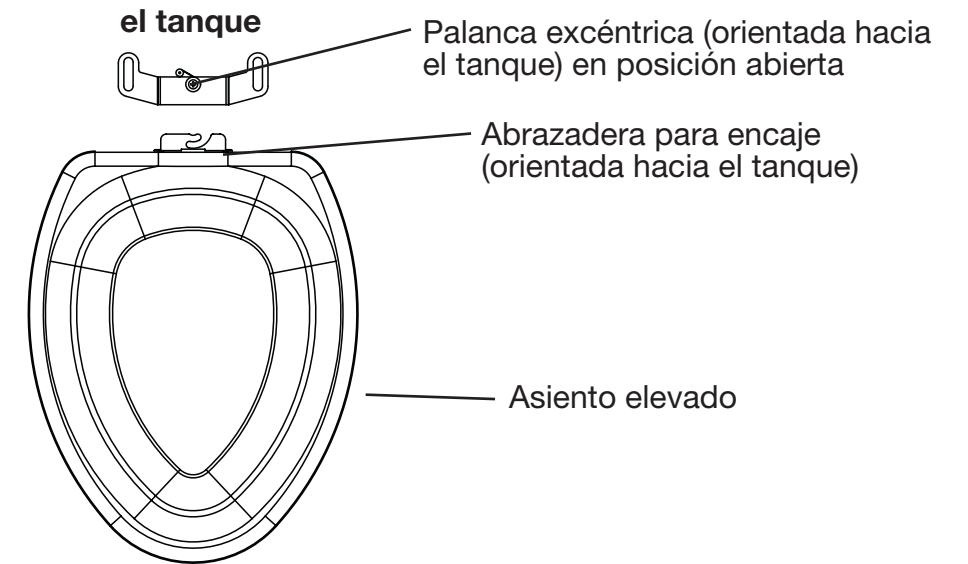

Figura 1
2. Coloque el asiento elevado con soporte receptor del pestillo sobre la taza de porcelana de modo que el soporte receptor esté viendo hacia el tanque del inodoro (**vea la Figura 1**).
6. Coloque el soporte con pasador de pestillo asegurable de modo que el pestillo de leva esté viendo hacia el tanque. Mueva el pestillo de leva a la posición desasegurada (**vea la Figura 1**).
1. Mueva el pestillo de leva del soporte con pasador de pestillo asegurable a la posición desasegurada (**vea la Figura 1**).